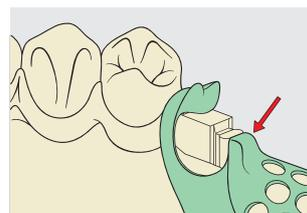
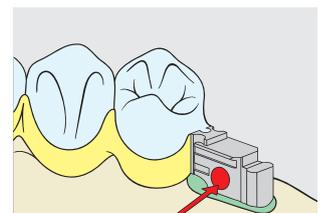

Fig. 7
Fig. 8
**Remarque:** Pour la technique de brasage, le châssis sera modelé uniquement contre la surface arrière, reproduite par la pièce auxiliaire de doublage (Fig. 7). En cas d'espace restreint, modeler une protection occlusale au-dessus de l'attachement. Couler et terminer le châssis selon les directives techniques usuelles.
**Important:** Monter la partie femelle dans sa position statique (boîtier perpendiculaire par rapport à la partie mâle) puis combler les zones rétentes ainsi que les deux orifices latéraux avec de la cire (Fig. 8). Appliquer la colle en couche fine sur les deux surfaces de collage sans inclure de bulles d'air et réaliser l'assemblage. D'autres indications détaillées peuvent être consultées dans le mode d'emploi fourni par le fabricant de colle.
Afin d'assurer une liaison fiable, il est recommandé de procéder à un brasage en deux temps. Recouvrir d'abord la zone de brasage du châssis amovible avec la brasure S.W 925. Positionner ensuite la partie femelle D dans sa position statique (voir indications sous technique de collage) et la fixer au châssis avec de la cire collante ou de la résine (Fig. 7). Retirer la gaine de rotation, réaliser le bloc de brasage puis réaliser l'assemblage final avec la brasure S.W 870. **Important:** Afin d'empêcher une éventuelle pénétration de brasure, les deux orifices latéraux du boîtier doivent être remplis de revêtement pour brasage (Fig. 8). L'oxyde qui se produit lors du brasage de la partie femelle en Doral peut être éliminé par décapage à l'aide d'acide sulfurique chaud à 10 % en vol. (H2SO4).
Avant la polymérisation ou le collage de la partie femelle, il est recommandé d'introduire un peu de vaseline à l'intérieur du boîtier pour empêcher la résine ou la colle de pénétrer. Monter la partie femelle dans sa position statique (voir indications sous technique de collage). Afin d'assurer la liberté de mouvement, il faut combler avec de la cire le petit espace occlusal entre la partie mâle et la partie femelle, les deux orifices latéraux ainsi que toutes les autres zones rétentives (Fig. 8). Procéder au travail de la résine selon les directives techniques usuelles.